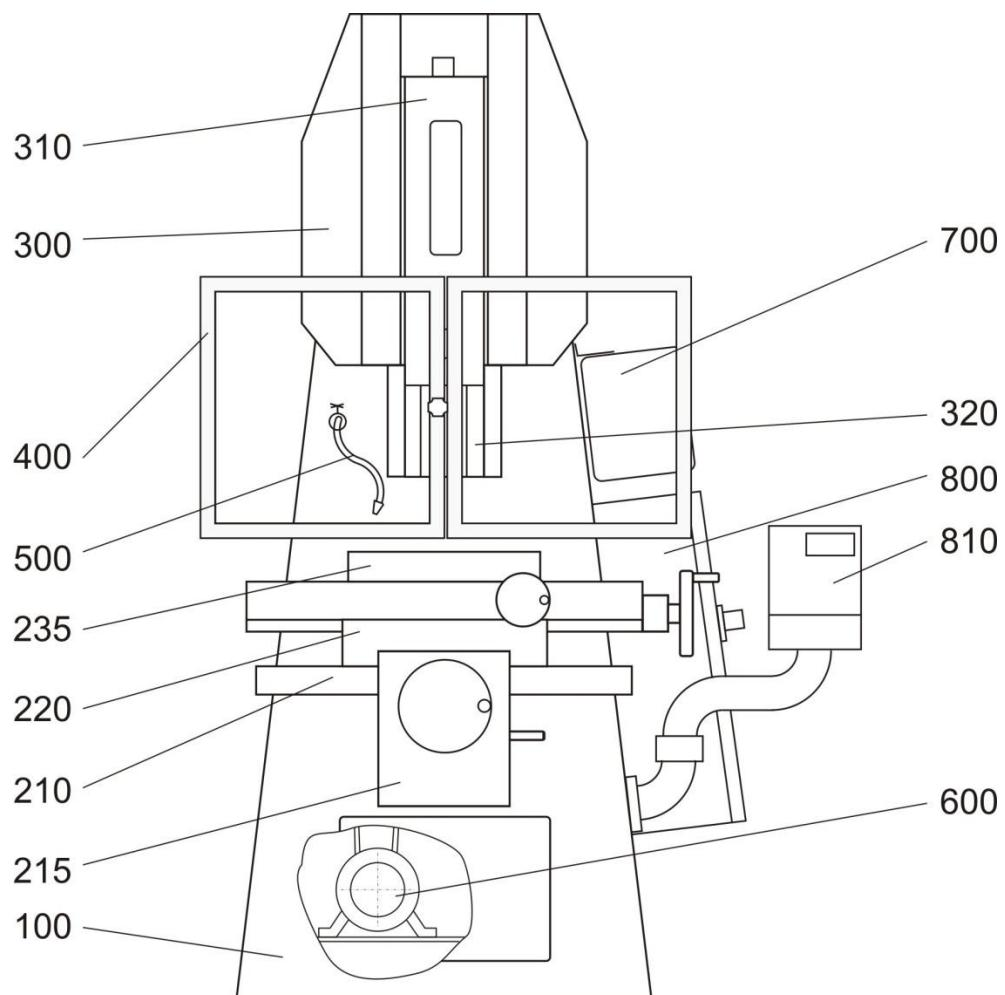
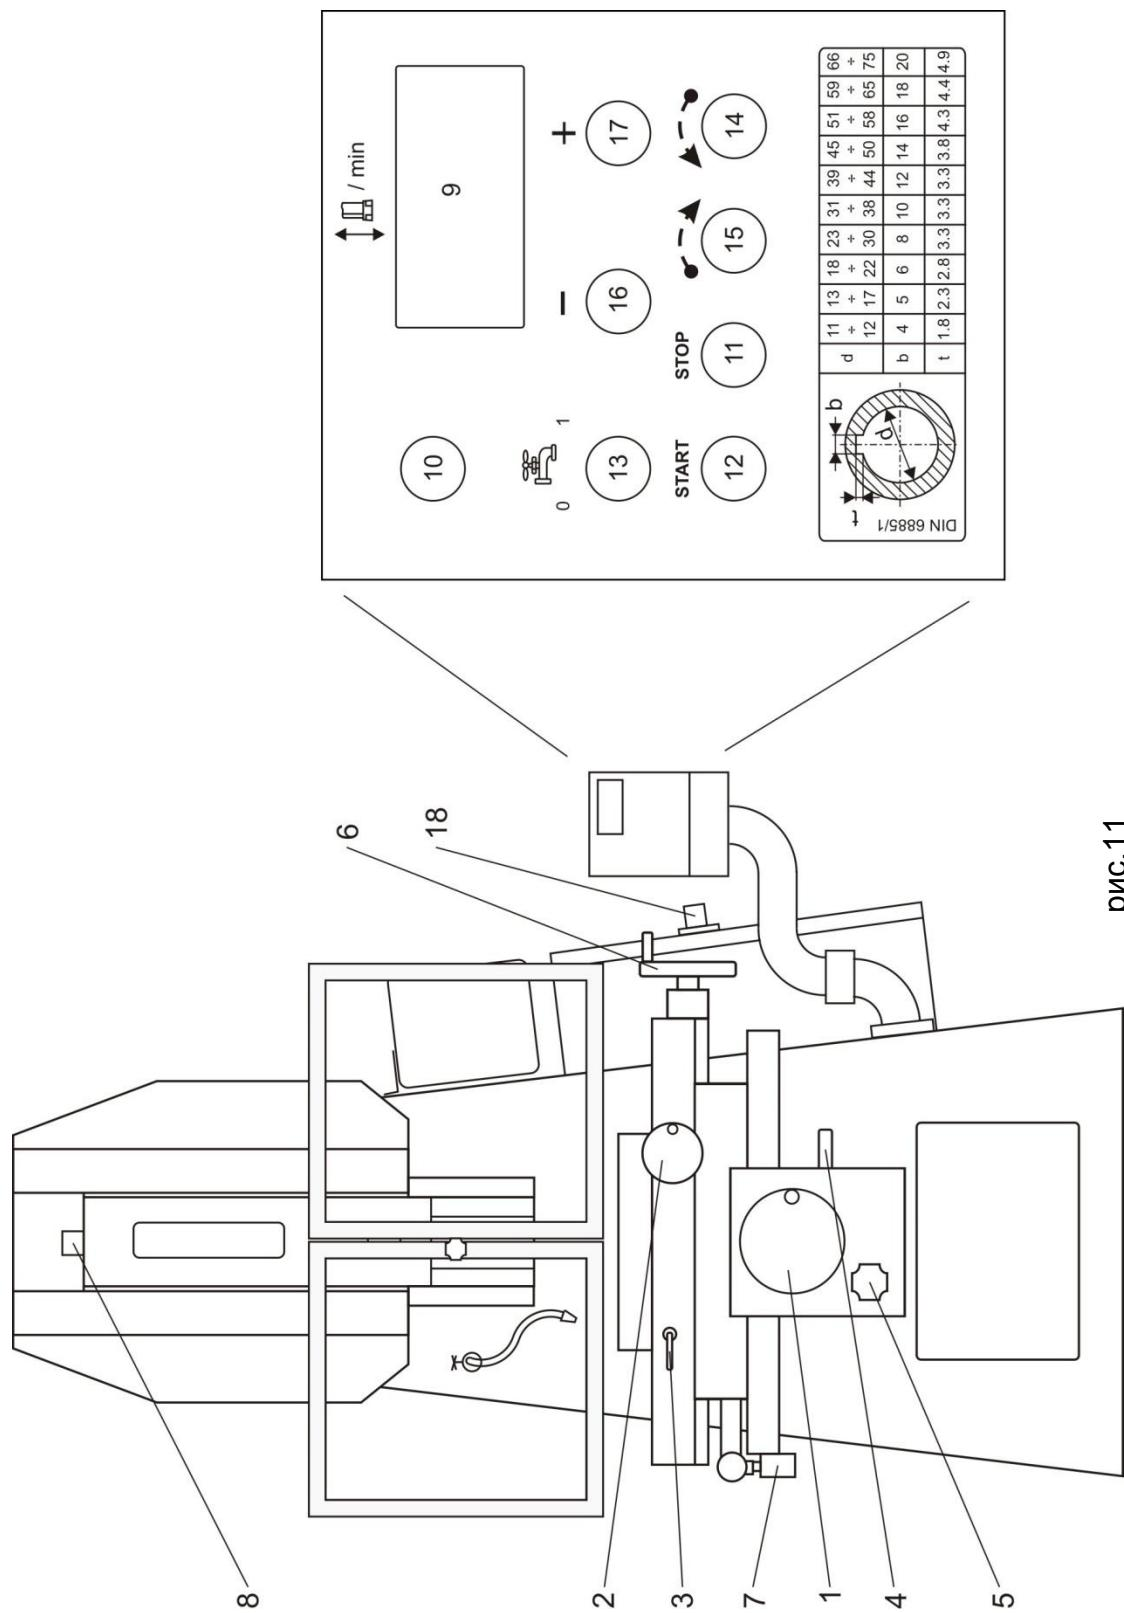
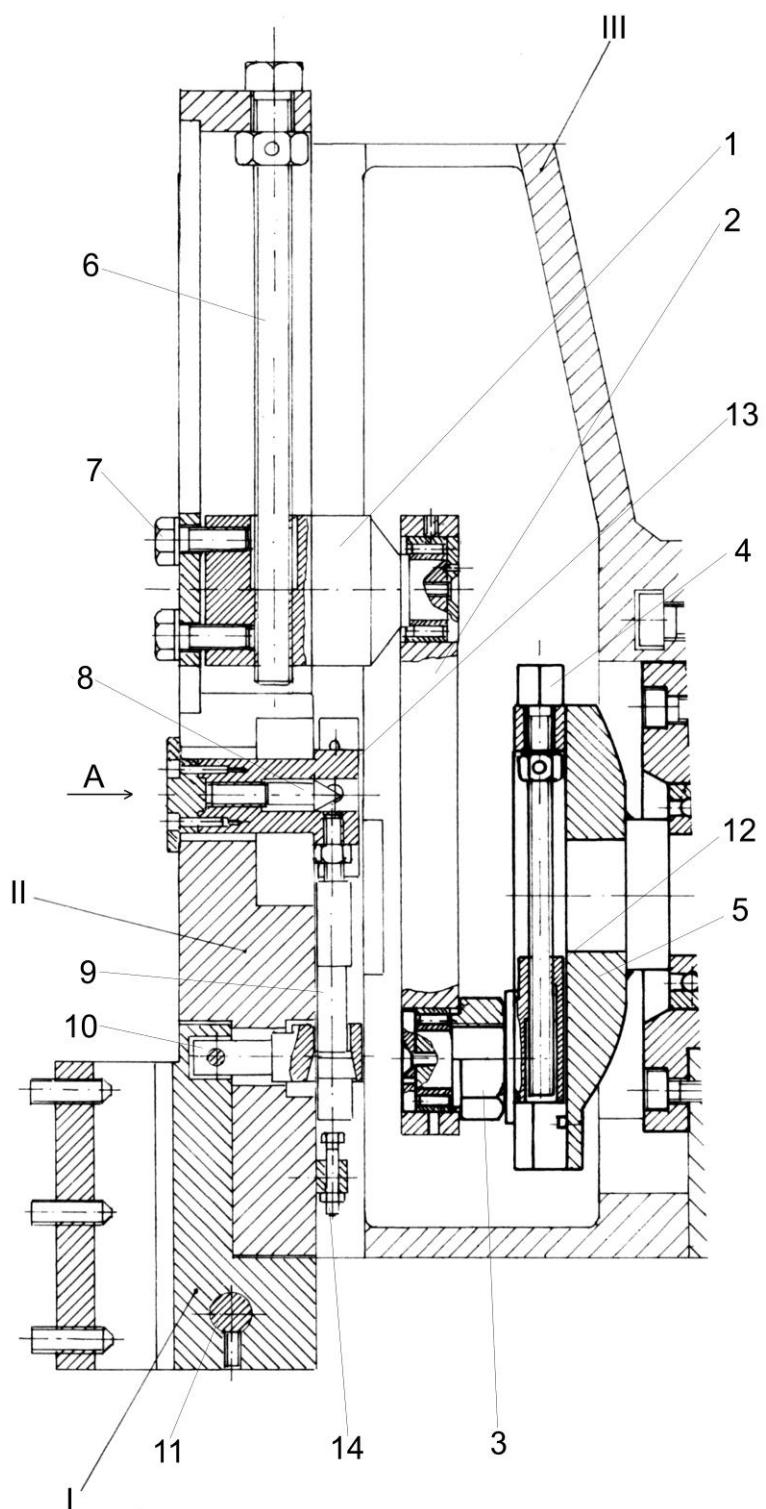
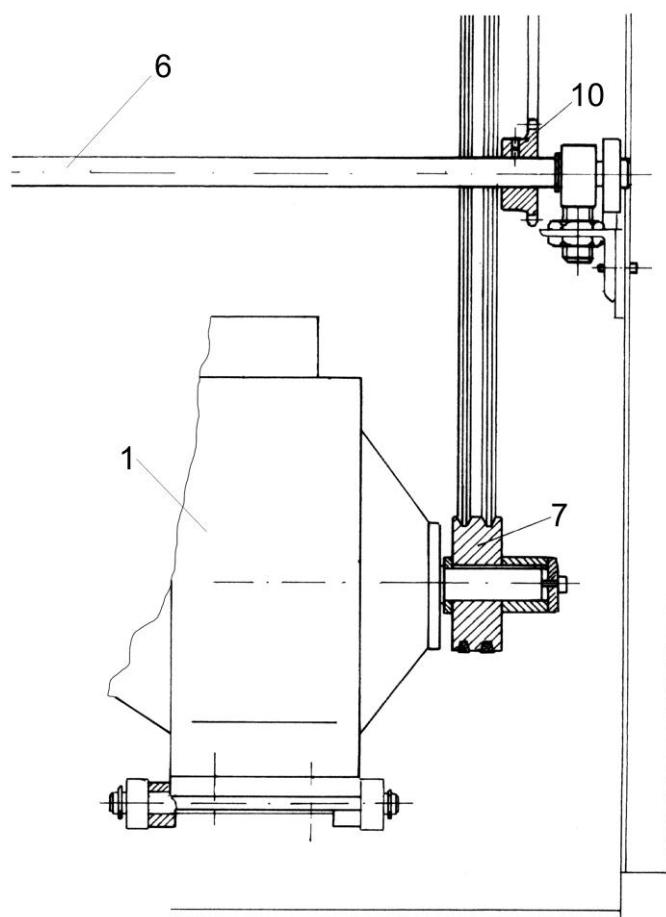

рис. 10
рис.11
рис. 15
рис. 16
На рис.10 показан общий вид машины, при этом обозначения 100 – 810 определяют основные узлы (группы).
На рис.11 показаны органы управления.
На рис.10 числом "100" обозначен корпус машины. На него установлены все узлы, он обеспечивает стабильность машины при работе. Конструкция корпуса изготовлена из стальной жести.
На рис.10 числом "210" обозначена станина крестообразного суппорта. На нее установлены промежуточная каретка и вращающийся стол.
На рис.10 числом "215" обозначена распределительная коробка. Ее основное назначение – осуществление автоматической поперечной подачи стола.
Распределительная коробка приходит в движение с помощью вала 1. В передней части вала установлен эксцентрик 2 с радиальным шариковым подшипником 3. При вращении вала 1 подшипник выталкивает вертикально вверх коромысло 5. Оно, в свою очередь, опирается в эксцентрик 4, который связан с рукояткой изменения величины автоматической поперечной подачи (поз.5, рис.11). Чем выше эксцентрик 4 поднимает коромысло 5, тем больше подшипник 3 при вращении поднимает его вверх, т.е. коромысло и приходящая в движение с его помощью рейка 6 имеют соответствующий ход.
На рис.10 числом "220" обозначается промежуточная каретка. Ее основное назначение – соединение посредством двух взаимно перпендикулярных направляющих станины и стола машины. С помощью направляющей станины промежуточная каретка вместе с узлами, находящимися на них, перемещаются в направлении от работника к машине (поперечно), а по другой направляющей стол перемещается продольно. Продольное движение осуществляется только вручную с помощью маховика 6 – рис.11, а поперечное – вручную или автоматически с помощью распределительной коробки. Автоматическое движение производится только в направлении от работника к машине.
На рис.10 числом "235" обозначается вращающийся стол. Принципиальной разницы в конструкции между S200TGI и S315TGI нет. Различия только в размерах. Диаметр стола серии S200TGI - 315 мм, а серии S315TGI – 450 мм.
На рис.10 числом "300" обозначена головка машины. Ее основное назначение – держать салазки с резцодержателем, в который установлен рабочий инструмент. Посредством своих направляющих он обеспечивает их надежное и без зазора ведение при движении.
Числом "310" на рис.10 и II на рис.15 обозначены салазки с держателем инструмента машины. Они совершают возвратно-поступательные движения и имеют резцодержатель. Точно прилегают к ведущим поверхностям головки. Их рабочий ход можно настроить от 0 до, соответственно, 205 мм – для серии S200TGI, и 320 мм – для серии S315TGI.
Увеличение и уменьшение хода салазок с держателем инструмента происходит следующим образом – рис.15:
1. Удалить защитное окошко, которое находится справа головки. С помощью черных кнопок пульта провернуть кулису 5 машины таким образом, чтобы гайка 3 – рис.15, заняла положение напротив окошка.
Для этого требуется выполнить следующие операции – рис.15:
На рис.10 числом "320" обозначен резцодержатель машины. На рис.15 он обозначен символом I. Резцодержатель имеет отводящее устройство, которое позволяет при движении салазок с держателем инструмента вверх (нерабочее движение) отделить резец от поверхности канала во избежание трения.
На рис.10 числом "400" обозначено защитное ограждение рабочей зоны машины.
На рис.10 числом "500" обозначена система охлаждения. Резервуар для охлаждающей жидкости установлен на специальную стойку на корпусе (впереди слева). Его обслуживание возможно после открывания передней крышки машины. С помощью насоса на крышке резервуара охлаждающая жидкость поступает к торцевой промежуточной стенке корпуса и затем – в рабочую зону. Отработанная жидкость через боковые каналы собирается на станине и через отверстие в ней возвращается в резервуар. В зависимости от интенсивности эксплуатации машины, в частности, системы охлаждения, на определенные отрезки времени резервуар подлежит демонтажу для чистки и замены охлаждающей жидкости. Необходимое количество жидкости – совсем минимальное, и оно регулируется с помощью крана.
На рис.10 он обозначен числом "600". Главный двигатель 1 (рис.16) установлен на специальную подвеску корпуса. Движение от шайбы 7 к шайбе 8 и затем – к редуктору 3 передается с помощью ремней. Редуктор имеет передаточное